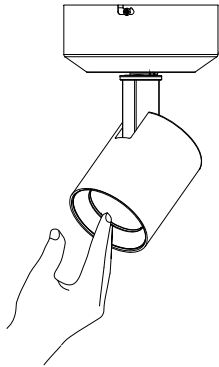

图 1.1
- 1.1. 将前框轻轻从灯具中拉出 (如图 1.1 所示);